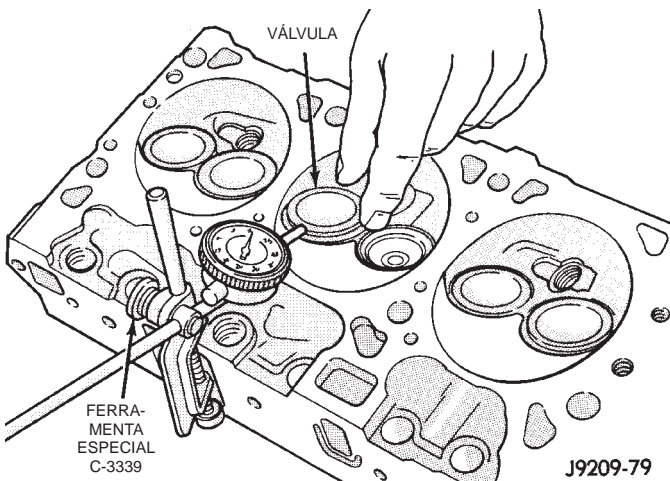

Fig. 64 Medição do Uso da Guia da Válvula
(2) Fixe a Ferramenta C-3339 do indicador de quadrante ao cabeçote de cilindros e ajuste-o no ângulo direito da espiga cilíndrica da válvula que está sendo medida (Fig. 64).